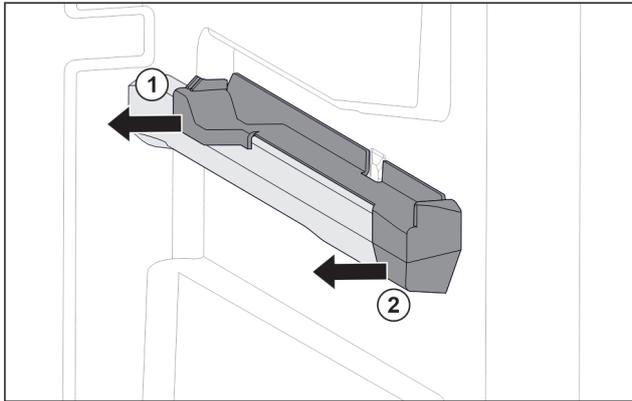

Fig. 103 Aufsteckteil auf der rechten Behälterrippe
- ▶ Aufsteckteil hinten zur Seite abziehen. Fig. 103 (1)
- ▶ Aufsteckteil vorne zur Seite abziehen. Fig. 103 (2)